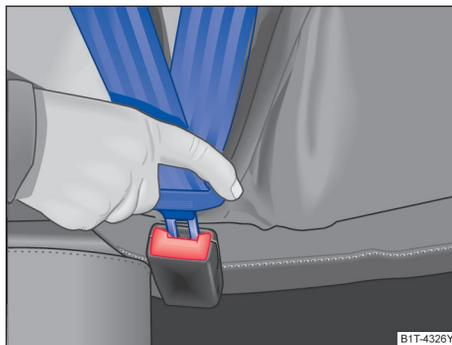

图 28 安全带锁扣和插口
- 将锁舌插入所属座椅的安全插锁内，下压，直至听到啮合声 → 图 28。安全带锁舌被锁扣锁止。